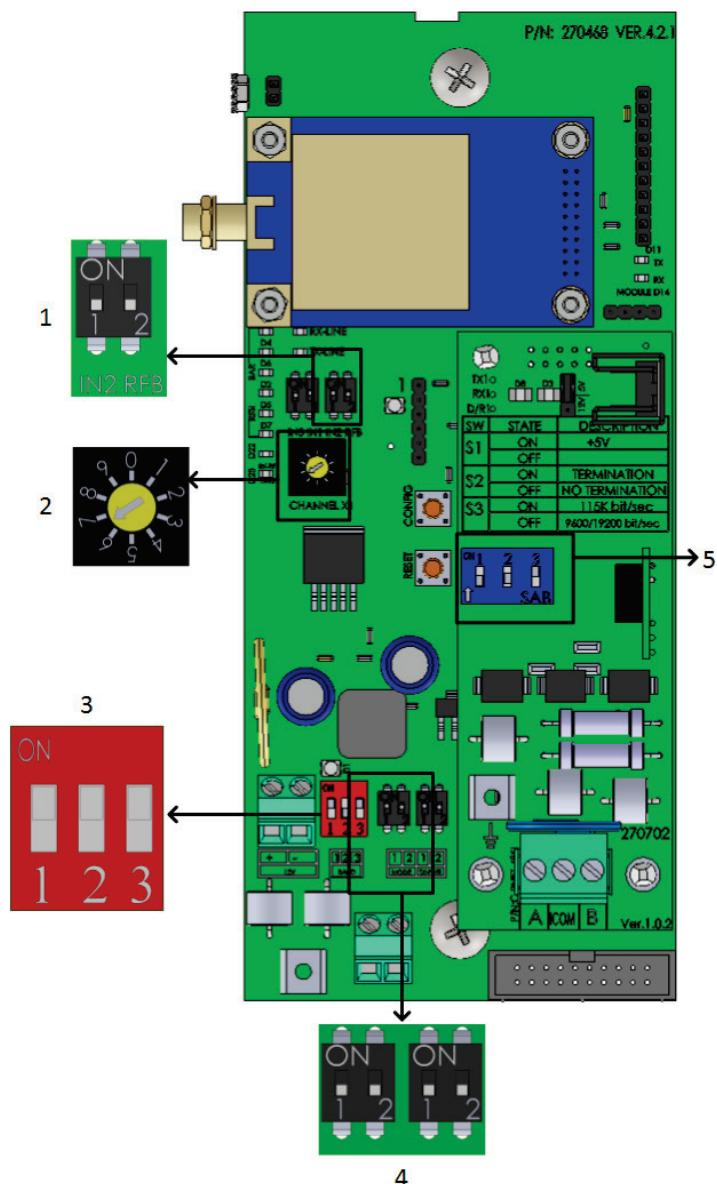

图7: 变光开关位置
- 在将 RLINK ONE 直接连到天线，然后固定在一个杆上 (图 7).